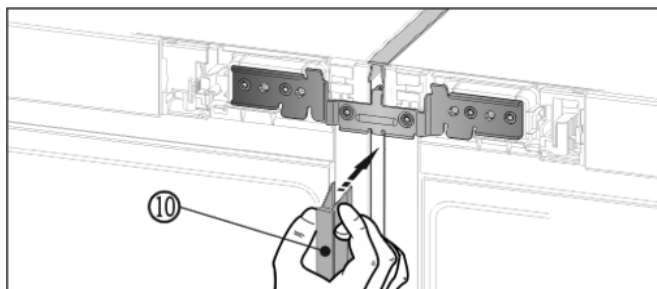

Fig. 14
- ▶ Tryck in den långa täcklisten Fig. 14 (10) i den vertikala spalten på framsidan. Kontrollera då att listerna går upp mot förbindelseplåten.